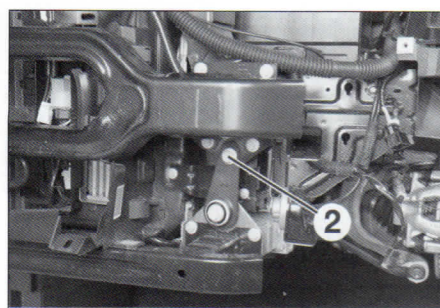
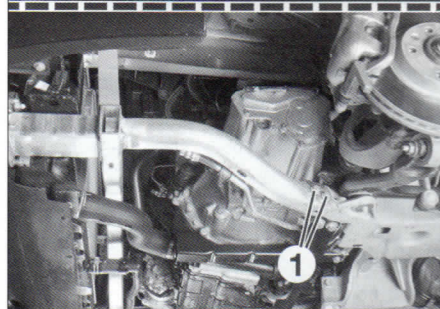
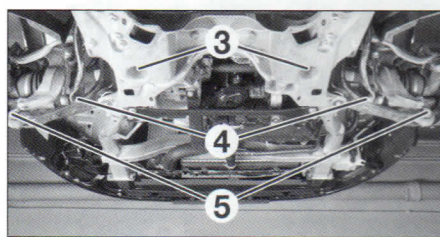

FIG. 9
FIG. 10
FIG. 11
- la fijación (2) (fig. 9) de la bieleta delantera.
- los tornillos (1) de fijación de la parte delantera de la cuna anterior.
- las dos fijaciones de cremallera (3) (fig. 10).
- la fijación inferior de la barra estabilizadora (4).
- la fijación (5) de triángulo.
- las fijaciones (6), (7) y (8) (fig. 11) de la cuna.